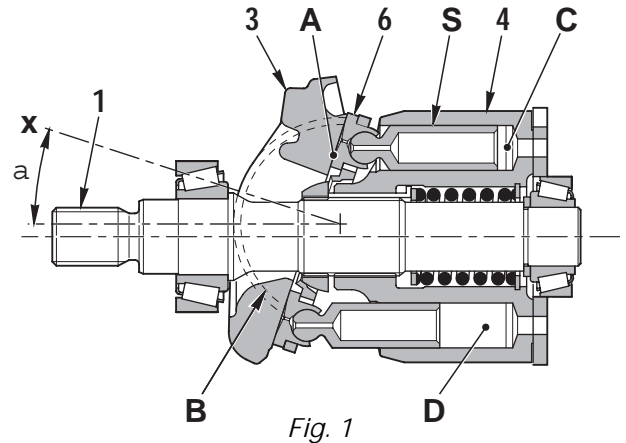

Fig. 1
En d'autres termes, quand le bloc-cylindres (4) tourne, le volume de la chambre  $D$  diminue, c'est la phase de refoulement, et le volume de la chambre  $C$  augmente, c'est la phase d'aspiration. (La fig. 1 montre l'état de la pompe quand l'aspiration de la chambre  $D$  et le refoulement de la chambre  $C$  sont terminés).